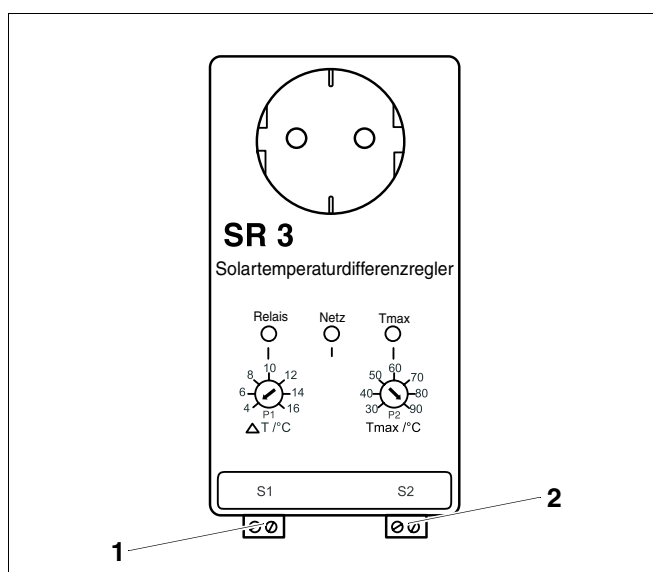

Fig. 6 Regulador diferencial SR 3
- Fixe os cabos da sonda no dispositivo de comando na (Fig. 6, **Item 1 e 2**). Os pólos são à discrição.